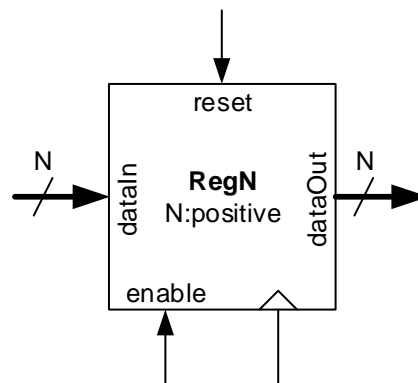

Figura 3 – Interface do módulo “RegN”.
3. Construa em VHDL um registo, cuja interface é apresentada na Figura 3. O número de bits de entrada e de saída são parametrizáveis com base na constante genérica “N” definida na respetiva entidade (“RegN”). Grave o ficheiro com o nome “RegN.vhd”.